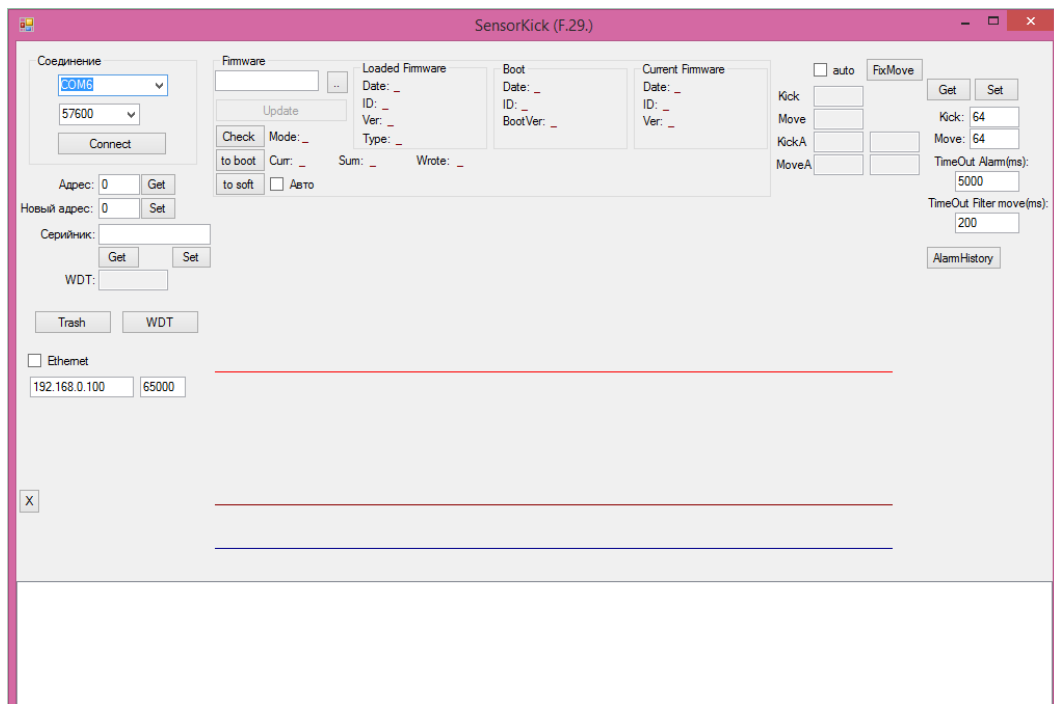

Рисунок 2
- 5) Выбираем COM порт и нажимаем «Connect». Рисунок 2.